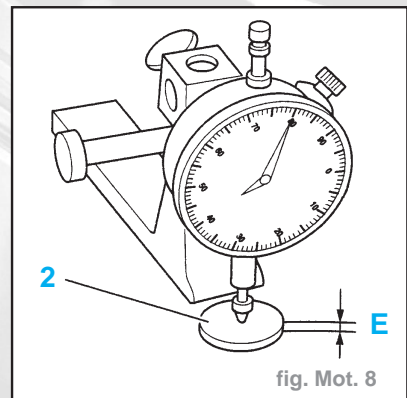

fig. Mot. 8
- les poussoirs (1)
- les grains de réglage (2)
- Mesurer l'épaisseur (E) des grains de réglage (2) (fig. Mot. 8).
- Déterminer l'épaisseur des grains de réglage (2) à monter en se rapportant à l'exemple (colonne A ou B).